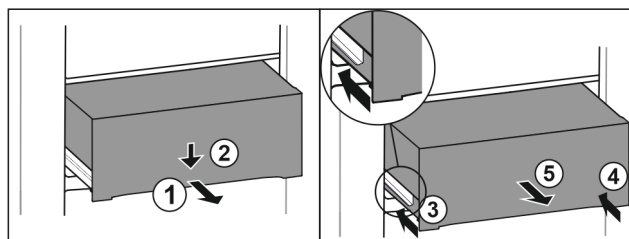

Fig. 128
- ▶ Schubfach halb herausziehen. Fig. 128 (1)
- ▶ Schubfach an der Vorderseite nach unten drücken. Fig. 128 (2)
- ▶ Linke Schiene etwa 2 cm einschieben. Fig. 128 (3)
- ▶ Rechte Schiene etwa 2 cm einschieben. Fig. 128 (4)
- ▶ Schubfach nach vorne entnehmen. Fig. 128 (5)